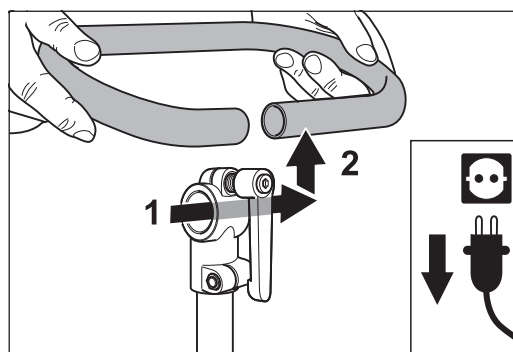

Abb. 17 Den Haltebügel aus dem Klemmstück ziehen (1) und nach oben abnehmen (2).
- 3 Ziehen Sie den Haltebügel aus dem Klemmstück heraus (Abb. 17, 1) und nehmen Sie ihn nach oben ab (Abb. 17, 2). Legen Sie den Haltebügel zur Seite.